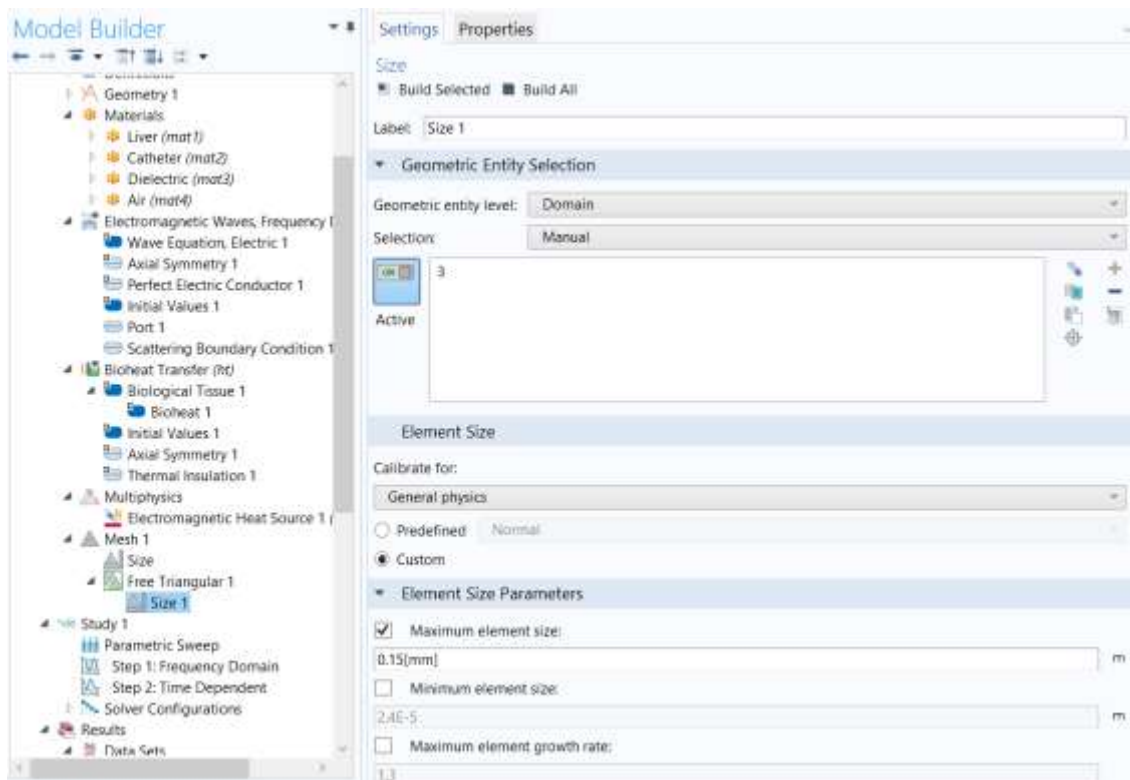

Рис. 12.33. Выбор максимального размера сетки разбиения для области 3
7. Кликните кнопку **BuildAll**. Сетка разбиения теперь везде хорошая и особенно верная в коаксиальном кабеле, где распространяется ЭМ волна (рис.12.33).